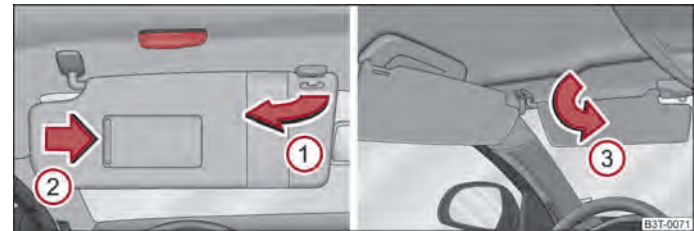

Abb. 48 Sonnenblende: Ausschwenken - links / doppelte Sonnenblende: Zurückschwenken - rechts
Die Sonnenblende für den Fahrer bzw. Beifahrer können Sie aus der Halterung herausziehen und zur Tür in Pfeilrichtung ① ⇒ Abb. 48 schwenken.